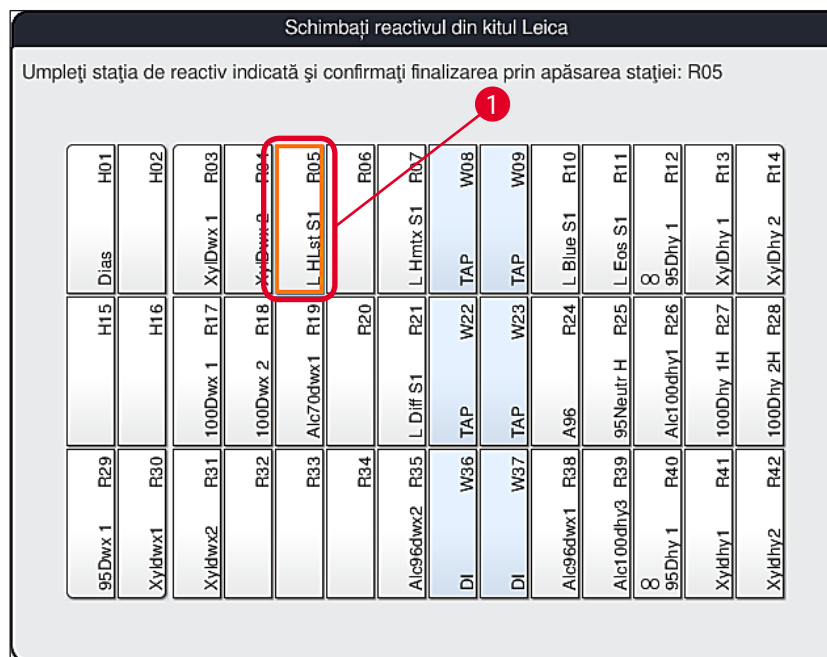

Fig. 58
3. În fereastra nouă **Schimbați reactivul din kitul Leica** (→ "Fig. 58"), stația care trebuie umplută este marcată cu portocaliu (→ "Fig. 58-1").